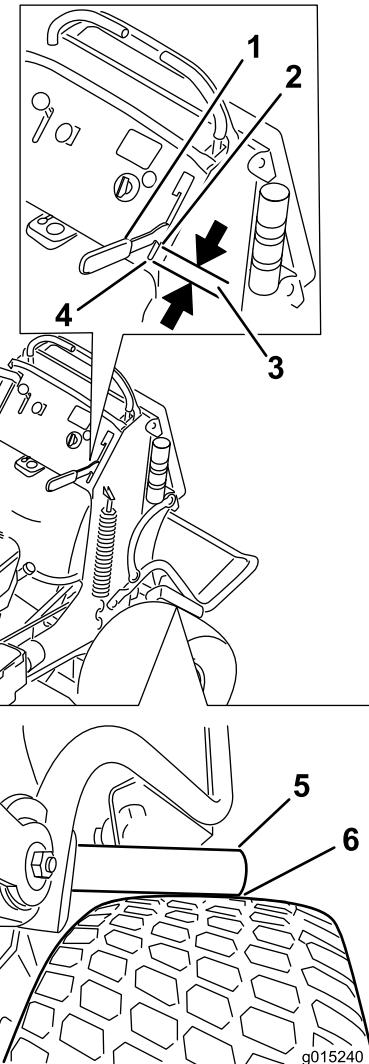

Figure 65
4. Engagez le levier de frein jusqu'à ce que les barres touchent juste le pneu (Figure 65).
5. Mesurez la distance entre l'avant du levier manuel et l'extrémité de la fente dans le panneau de commande lorsque la barre de frein rencontre le pneu (Figure 65).